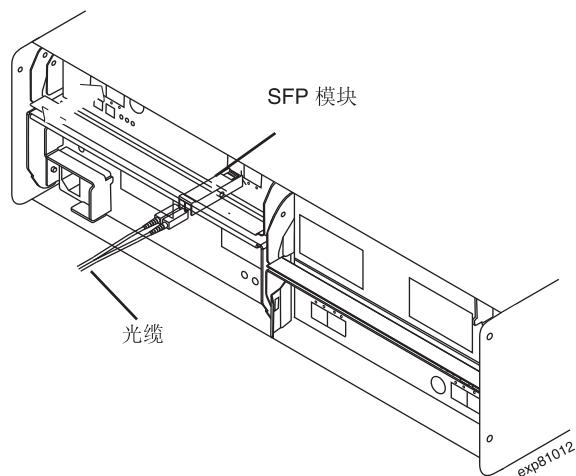

图 27. 安装 SFP 模块并将 LC-LC 电缆连接到 EXP520
3. 如图 27 中所示，将 SFP 模块安装到 EXP520 后部的 SFP 端口中；然后将 LC-LC 电缆的另一端连接到 SFP 模块。